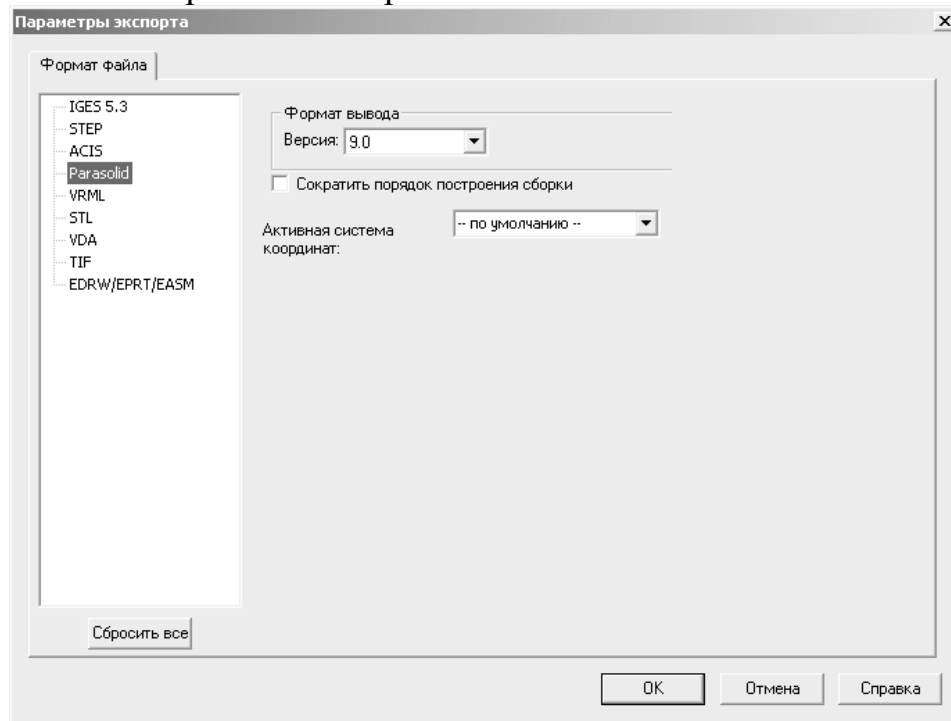

Рисунок 16 – Окно настройки параметров экспорта из SolidWorks
– нажав на ставшую активной кнопку «Параметры» окна «Сохранить как...», выбрать версию Parasolid, по крайней мере, на один-два номера ниже, чем поддерживается САЕ-пакетом; например, 9.0 (рисунок 16), «ОК»;